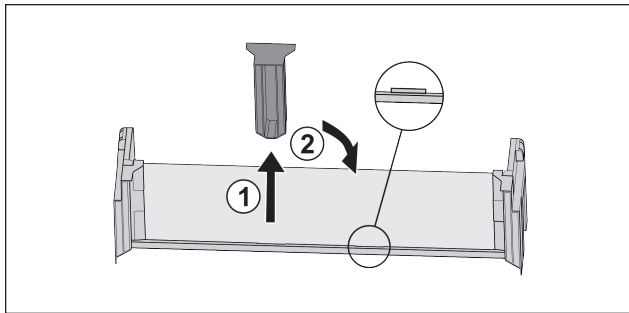

Fig. 29
- ▶ Estrarre l'elemento di supporto centrale Fig. 29 (1).
- ▶ Inserire l'elemento di supporto centrale sulla seconda posizione Fig. 29 (2).